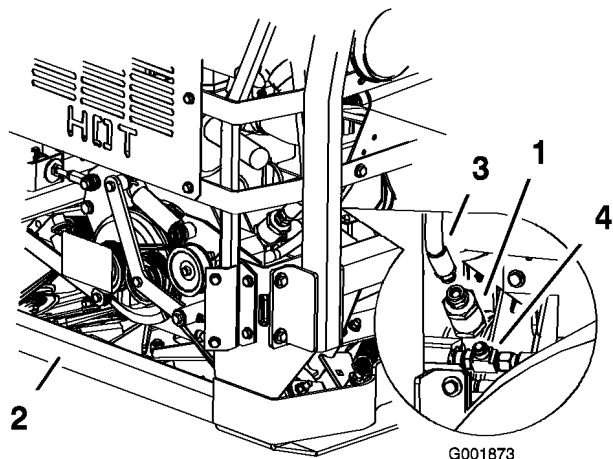

Figura 74
1. Coloque un recipiente debajo del filtro y retire el manguito hidráulico del filtro (Figura 74).
2. Retire el filtro hidráulico del ventilador de refrigeración del acoplamiento en T de la parte inferior del filtro (Figura 74).
3. Instale el filtro conectando la parte inferior al acoplamiento en T y conectando el manguito hidráulico a la parte superior (Figura 74).